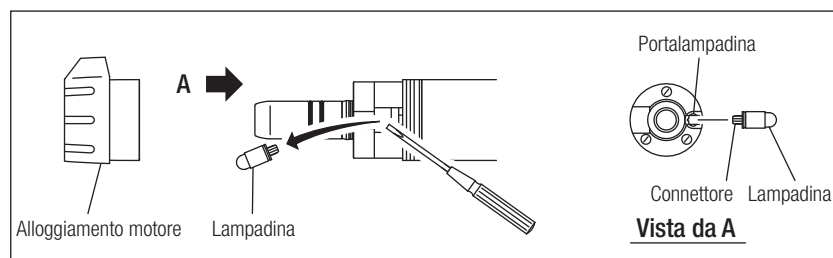

Fig. 22
- 1) Allentare l'alloggiamento motore e staccarlo dal Motore, togliere la vecchia lampadina usando un'estremità appuntita, come un cacciavite di precisione (Fig. 22).